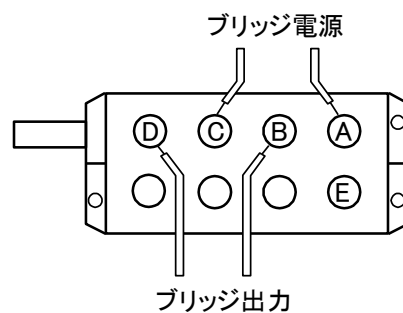

図4-1 ブリッジBOXの結線
B) ひずみを測定するためのブリッジで、ひずみゲージは種々の接続法が用いられます。これらの接続法は、25～27頁「ひずみゲージによるブリッジ構成例」を参照してください。またブリッジボックスを中継して各種の変換器を使用する場合には図4-1のように接続してください。